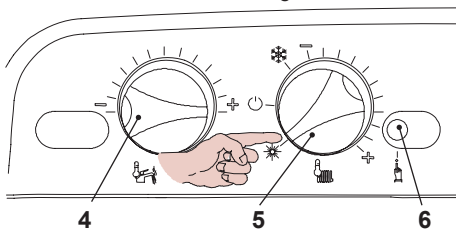

Fig. 9.8
- Posizionare le manopole del pannello comandi come indicato in Fig. 9.8.
- Per entrare nella modalità Spazzacamino bisogna entrare in programmazione premendo per 15 secondi il pulsante di ripristino 6 in Fig. 9.8 fino alla comparsa del parametro **P01**.
- Premere il pulsante di ripristino 6 in Fig. 9.8, per lo scorrimento dei vari parametri sino al raggiungimento del parametro valido per il settaggio della modalità Spazzacamino. Sul display LCD compare la seguente visualizzazione (la sequenza **P09** si alterna a **00**).